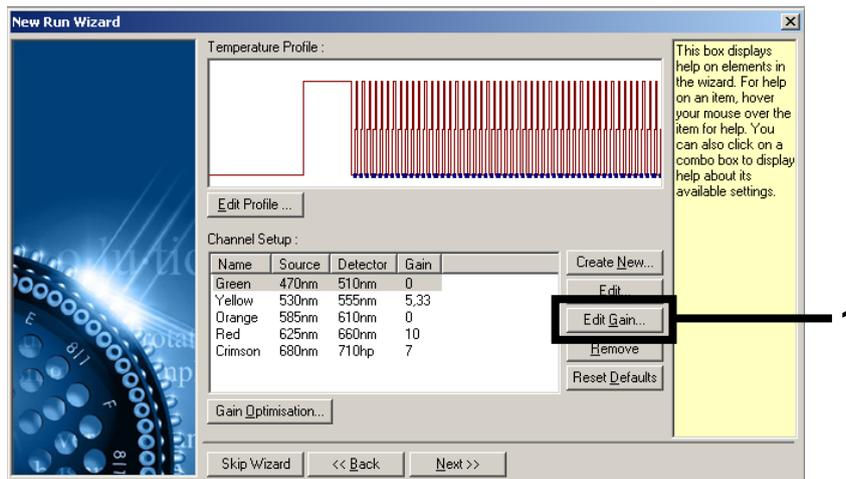

Figura 5. Edición manual de los valores de ganancia.
6. Haga clic en **Edit Gain** (editar ganancia) para editar los valores de ganancia de forma manual (figura 5).